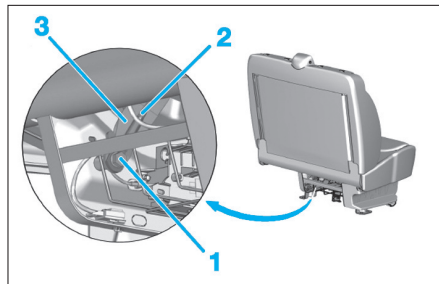

Fig. 25
- la vis (1) puis le brin (2) de boucle de ceinture de sécurité (Fig.25).
- Dégager la ceinture de sécurité (3).